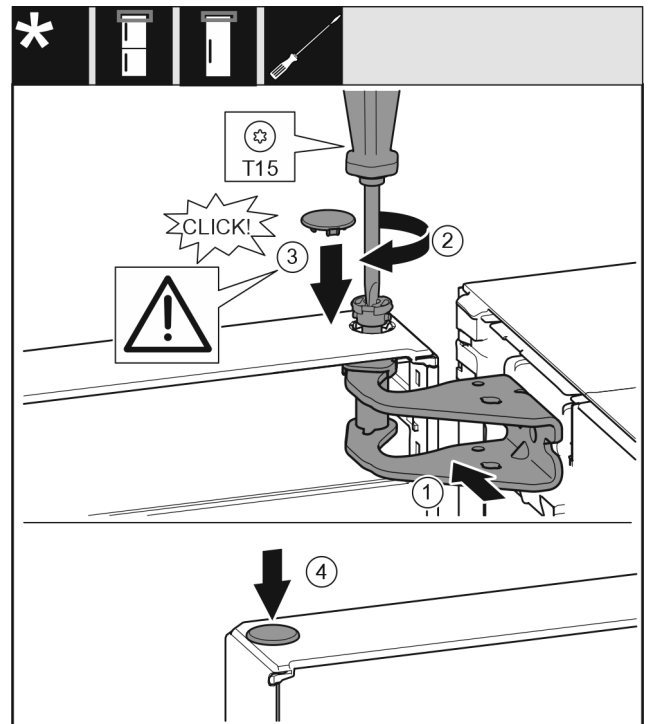

Fig. 19
- ▶ Igazítsa be az ajtót felül a csapágybak nyílásához. Fig. 19 (1)
- ▶ Helyezze be a csapot, és húzza meg a T15 csavarhúzóval. Fig. 19 (2)
- ▶ Szerelje fel az ajtót biztosító biztonsági fedelet: Helyezze be a biztonsági fedelet, és ellenőrizze, hogy felfekszik-e az ajtóra. Egyébként teljesen helyezze be a csapszeget. *Fig. 19 (3)*
- ▶ Helyezze be a dugót. *Fig. 19 (4)*